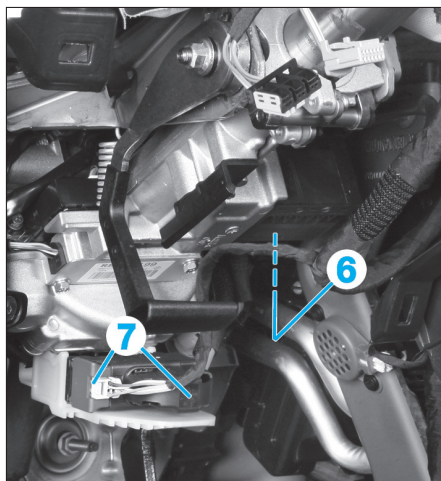

FIG. 6
- le connecteur (6) du verrou électrique de colonne de direction (Fig.6),
- les connecteurs (7) de colonne de direction.